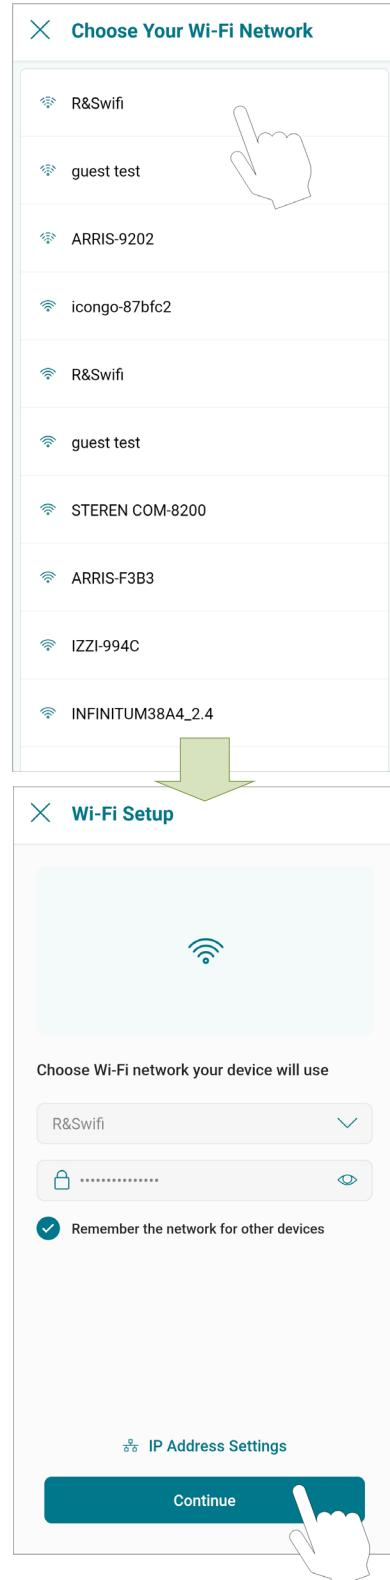

Figure 86. Configuration Wi-Fi
- L'écran « Wi-Fi setup » (Configuration Wi-Fi) s'affiche. Sélectionnez ou renseignez le réseau Wi-Fi auquel vous souhaitez connecter votre appareil et entrez le mot de passe du réseau. Voir Figure 86.